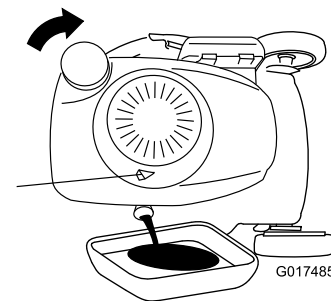

Figura 35
3. Coloque la máquina de lado con la varilla de aceite hacia abajo para drenar el aceite usado a través del tubo de llenado de aceite (Figura 35).